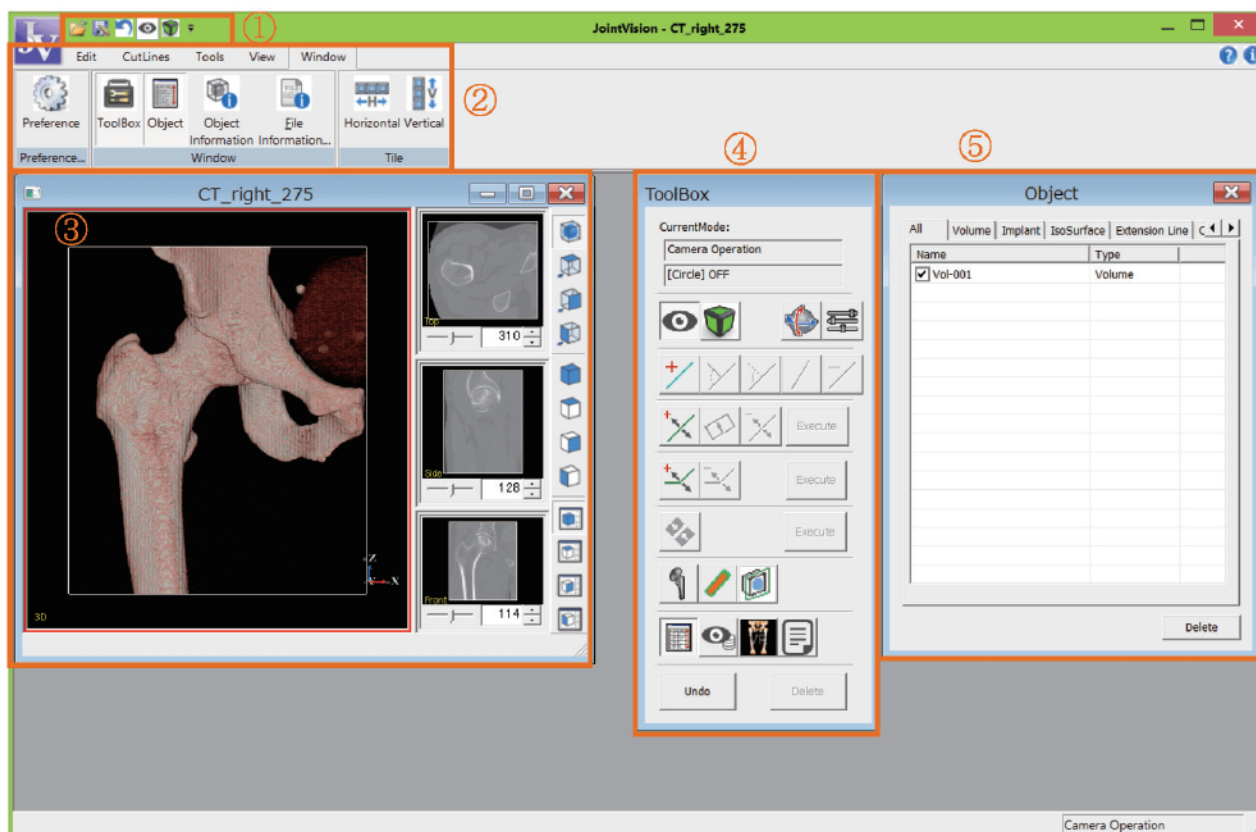

図2-1 JointVisionの起動画面
1. JointVision.exeを起動すると、図2-1の画面が表示されます。図2-1はファイル読み込み後の画面です。(ファイル読み込み方法は次項で説明します)